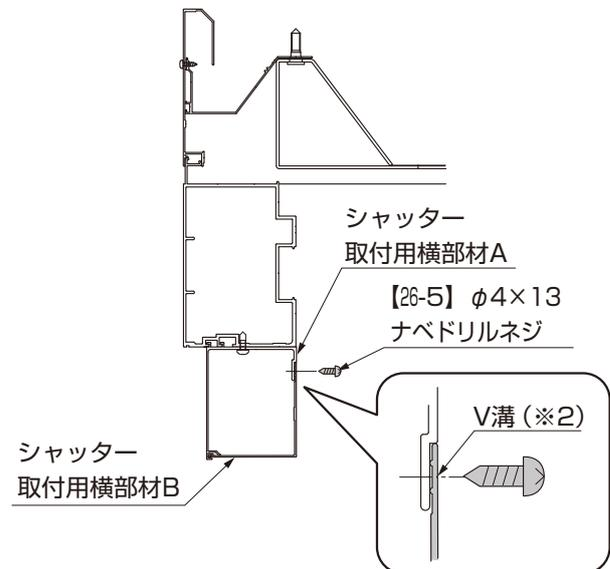

図2-4 シャッター取付用横部材Bの取付け
- ①シャッター取付用横部材Bの溝をシャッター取付用横部材Aのツメ(※1)に引っ掛けて持ち上げ、シャッター取付用横部材AのV溝(※2)に [26-5] で固定してください。(図2-3、図2-4参照)